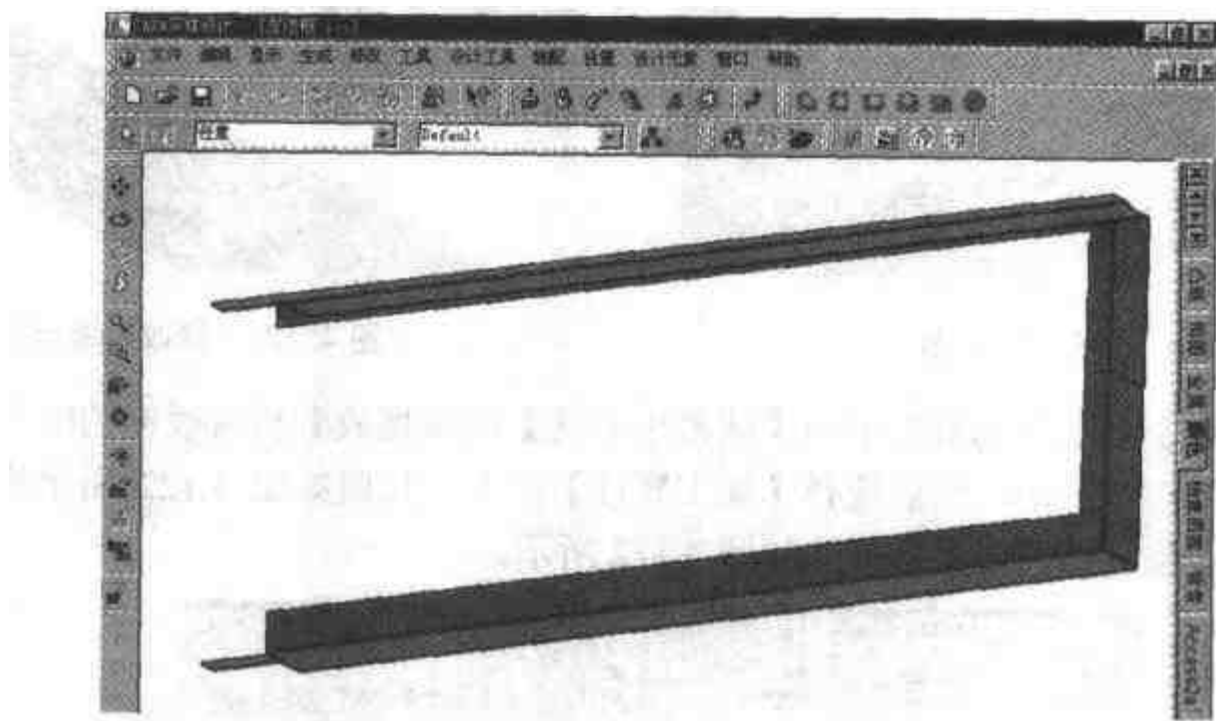

图 4.124 读入左边框构件
- (1) 新建一个设计环境, 读入已经完成的左边框构件, 如图 4.124 所示。